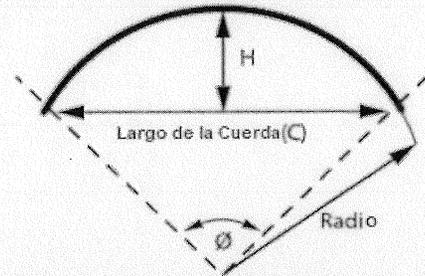

Imagen 11: Medidas de curvatura
2. Medir el largo de la cuerda (C) – ve Imagen 11.
3. Medir compensación de centro (H) correspondiente - ver Imagen 11.